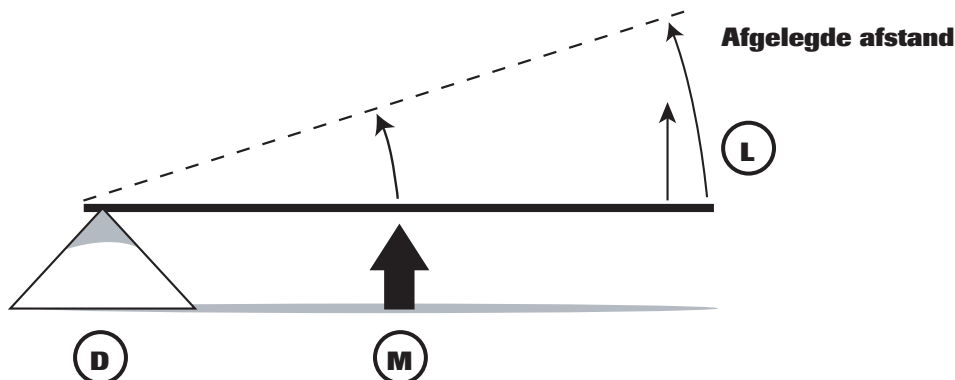

Fig. 9
- (c) Hefbomen van de 3e soort vergroten snelheid en afstand door de toegevoegde kracht. Dicht bij het draaipunt moet veel kracht gezet worden om de machtsarm een klein stukje te draaien. Het eind van de machtsarm legt daarentegen een grote afstand af met een grote snelheid met minder inspanning. In Fig. 9 is de afstand van de last tot het draaipunt twee maal zo groot als de macht. De last beweegt twee maal zo ver in dezelfde tijd als de macht maar vergt ook twee maal zoveel kracht als zonder de hefboom.